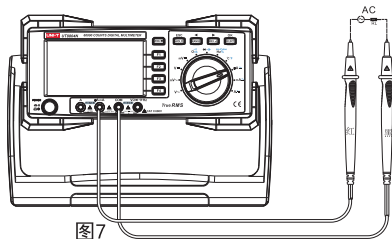

图7
- (1) 将红表笔插入" μA mA"或"A"插孔, 黑表笔插入"COM"插孔。
- (2) 将仪表的旋转开关转到 $\mu\text{A}\approx$ 或 $\text{mA}\approx$ 或 $\text{A}\approx$, 按SEECT键选择所需测量的交流, 如图7, 将仪表表笔串联待测回路中。